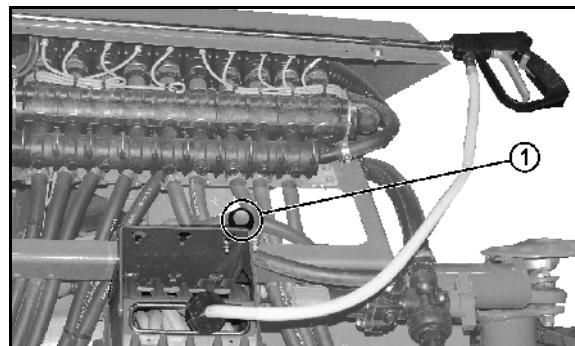

Fig. 118
- gør det muligt at opnå et permanent væskeomløb i sprøjteslangen, når trykomløbssystemet er koblet til. Hertil er der placeret en skylletilslutningsslange (Fig. 118/1) på hver delbredde.
- En skylletilslutningsslange (Fig. 118/1) pr. delbredde.